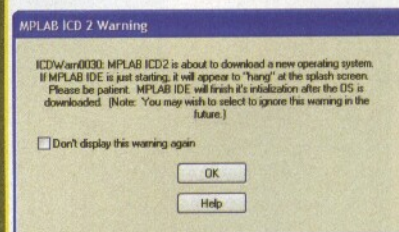

Figura 16 - Atualização automática do firmware (Sistema Operacional)
- A cada nova versão do MPLAB IDE, será feita de forma automática a atualização do firmware, ou como a Microchip denomina, do "Sistema Operacional" do ICD 2 ou ICD2^{BR}. Esse processo ocorre de forma automática quando selecionamos um novo modelo de PIC e na maioria dos casos só solicita a confirmação do usuário, como podemos ver na figura 16.